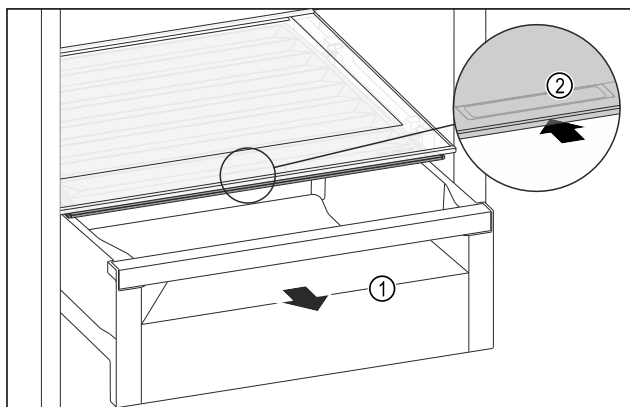

Fig. 111
- Zásuvku Fig. 111 (1) vytáhněte.
- Uchopte prohlubeň pro rukojeť Fig. 111 (2) na víku zásuvky a současně zasuňte víko zásuvky směrem dozadu.